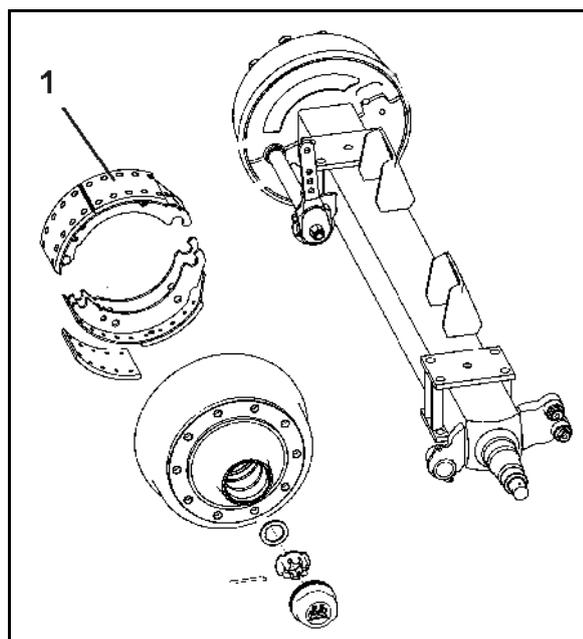

Fig. 117
1. Dévissez les deux plaques d'obturation (Fig. 117/1) du côté intérieur du tambour de frein.
Les saletés peuvent se déposer sur les garnitures de frein (Fig. 117/2) et dégrader fortement les performances de freinage.